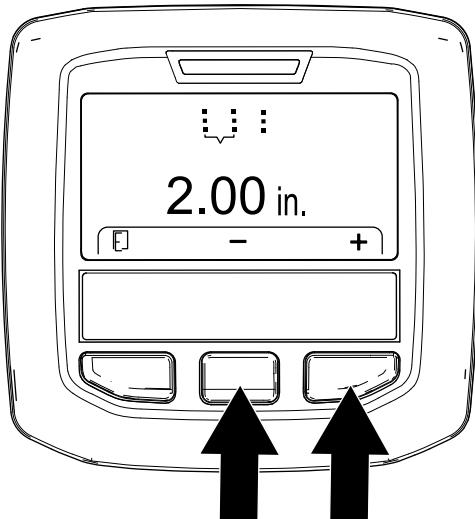

Рисунок 56
- Отрегулируйте расстояние между проколами (Рисунок 56) следующим образом: